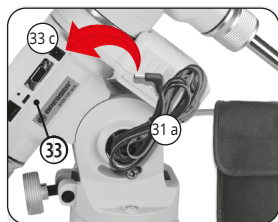

Fig. 17 : Raccordement du bloc-piles
3. Insérez le connecteur CC du câble d'alimentation CC (31 a) dans la prise CC (33 c) du panneau de connexion (33) (Fig. 17).